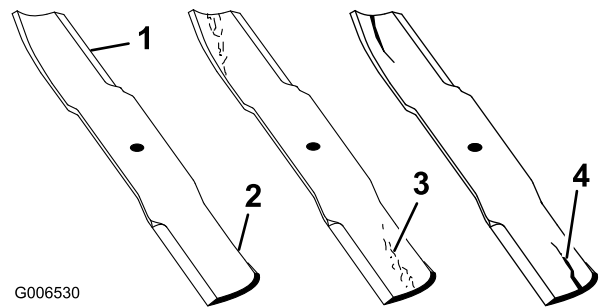

Figure 81
1. Examinez le tranchant des lames (Figure 81).
2. Inspectez les lames, surtout la partie incurvée (Figure 81).
Remplacez immédiatement toute lame endommagée, usée ou qui présente une entaille (Figure 81).